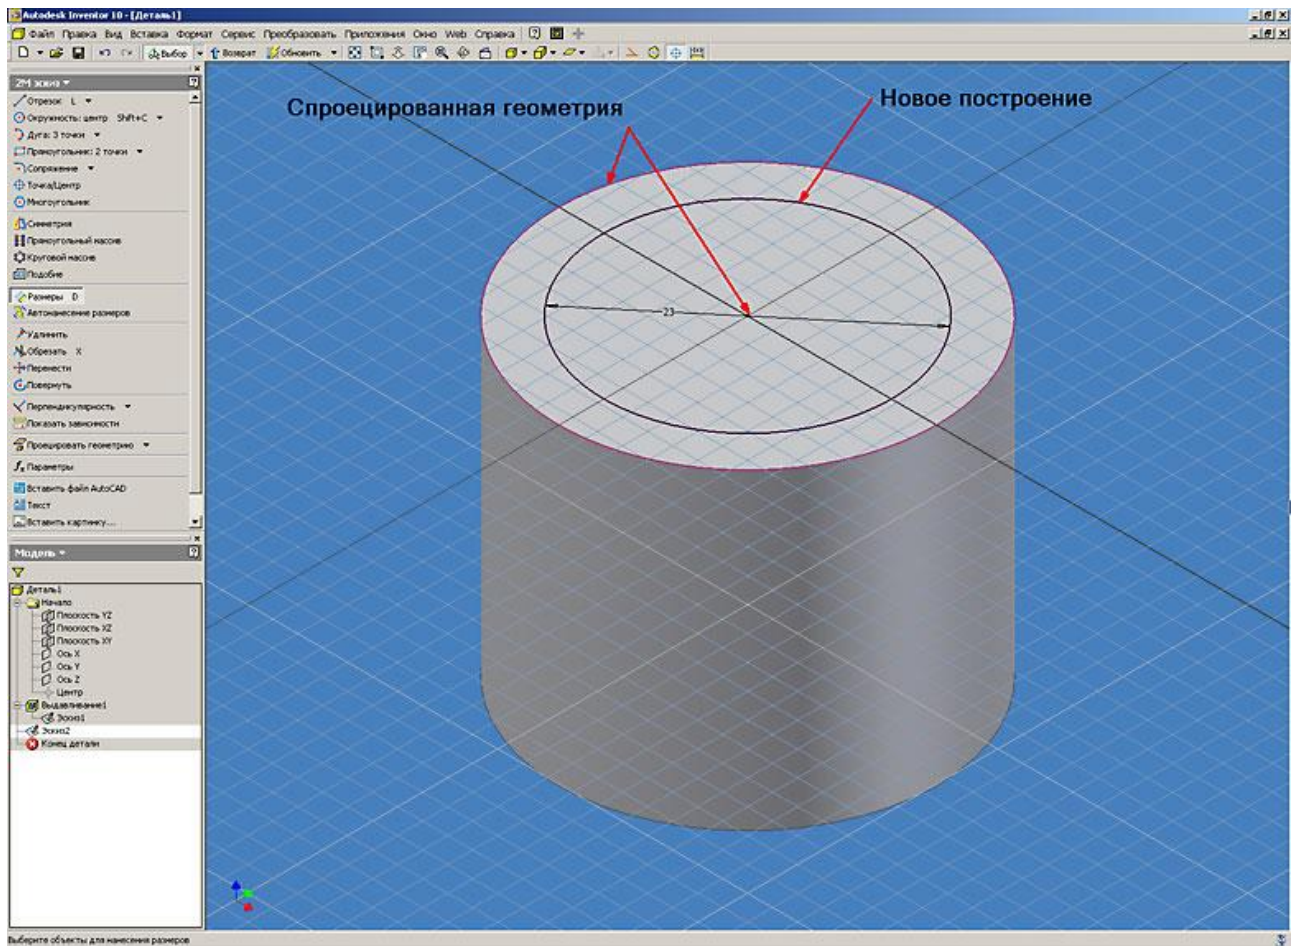

Рис. 5. Autodesk Inventor. Работа с конструктивными элементами (выдавливание)
5. Создается новый эскиз. После создания нового эскиза на поверхности детали автоматически проецируется рабочая геометрия элементов детали (в нашем случае окружность цилиндра и его центр). Автоматическое проецирование геометрии можно отключить в меню “Сервис – Настройка – Эскиз”. Выполняем необходимые построения для создания следующего конструктивного элемента. Нажимаем кнопку “возврат” (рис. 5).